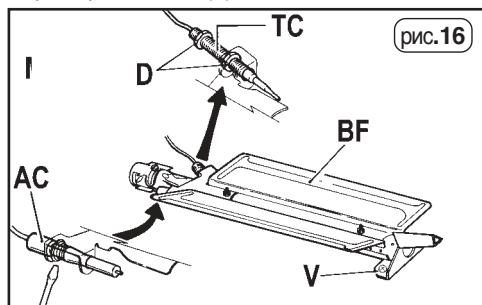
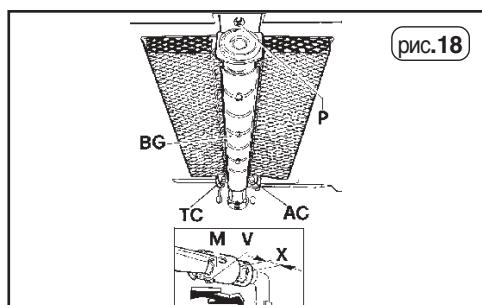

рис.16
рис.18
ГОРЕЛКА ДУХОВКИ (см. рис. 16)
ГОРЕЛКА ГРИЛЯ (см. рис. 18)
Горелки можно приспособить к различным типам газа путем установки форсунок, соответствующих тому типу газа, который используется. Для замены форсунки горелки духовки (BF) следует снять уже установленную форсунку, открутив винты (V) (см. рис. 16). Для замены форсунки горелки гриля (BG) следует снять уже установленную форсунку, открутив винты (P) (см. рис. 18). Для удобства установщика в таблице на стр. 12 приводятся значения мощности по теплу горелок, диаметр форсунок и рабочее давление для различных типов газа.